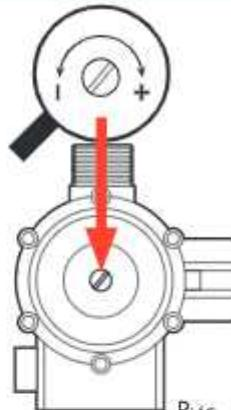

Рис. 5
4.3. Стартовое давление срабатывания настроено на 1.5 бар, что является оптимальным значением для большинства случаев использования. Это значение может быть изменено с помощью регулировочного винта, расположенного в верхней части блока автоматики с маркировкой «+» и «-» (рис. 5).